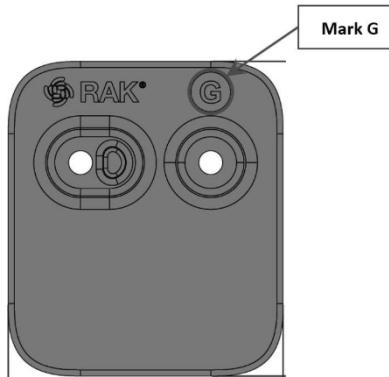

Abbildung 30: Mit dem Buchstaben G gekennzeichnetes Befestigungszubehör
1. Verwenden Sie für die Magnetbefestigung ein (1) bis sechs (6) Befestigungszubehörteile mit einer Kennzeichnung mit dem Buchstaben G, wie in Abbildung 30 dargestellt.